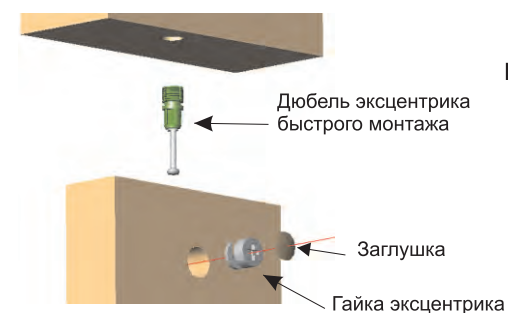

Рис.2
Установите шканты (3) в отверстия d=8 мм топа E, низа G. Вставьте дюбель эксцентрика быстрого монтажа (1a) в топ E, и низ G (см. Рис.2). Вкрутите штоки полкодержателей (11б) в отверстия боковин A на необходимую для ВАС высоту. Установите опоры (4) в отверстия в плоскости низа G. Соедините вместе низ G, топ E, боковины A и заднюю стенку C (состоит из четырех половин) используя профиль F (состоит из двух частей). Вставьте эксцентриковые гайки (1б) и с помощью отвертки затяните их по часовой стрелке до фиксации (см. Рис.2). Установите в полки B полкодержатели (11a), установите полки B в штоки полкодержателей (11б) до фиксации. Используя шурупы (5) и подкладки (10) прикрепите заднюю стенку C к полкам B. Используя винты (6), мини-винты (8) прикрепите петли (7) к дверям D и боковинам A (См. Рис 3.). Используя подкладки для ручек (10) прикрепите ручки (9) к деталям D, винтами прилагаемыми к ручкам. В эксцентриковые гайки (1б) вставьте заглушки (2). Отрегулируйте опоры (4) по высоте при помощи шестигранного ключа или отвертки.